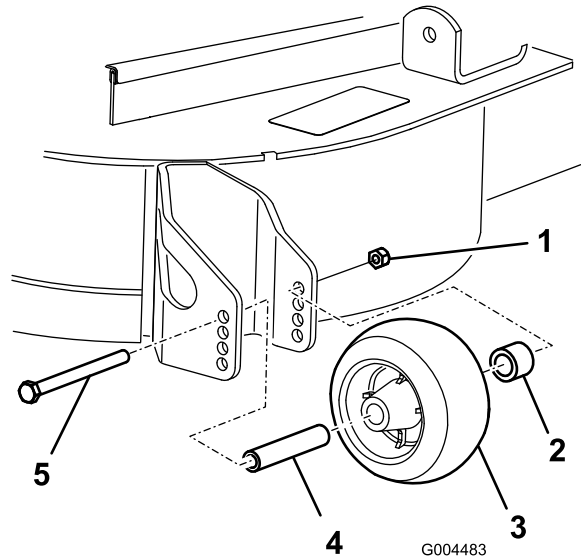

Bild 45
Bundmutter, die Büchse, das Distanzstück und die Schraube ab (Bild 45).
- Setzen Sie die Bundmutter, die Büchse, das Distanzstück und die Schraube ein (Bild 45).